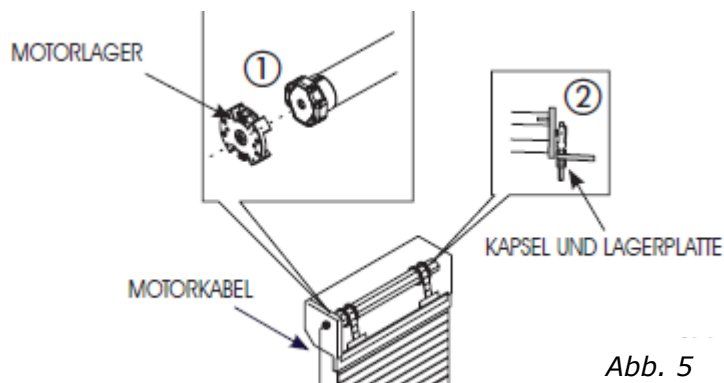

Abb. 5
5. Den Motorkopf mit leichtem Druck in das Motorlager einführen (Abb.5, Bez.1). Achten Sie darauf, dass die Schrauben für die Endlageneinstellung zugänglich sind.